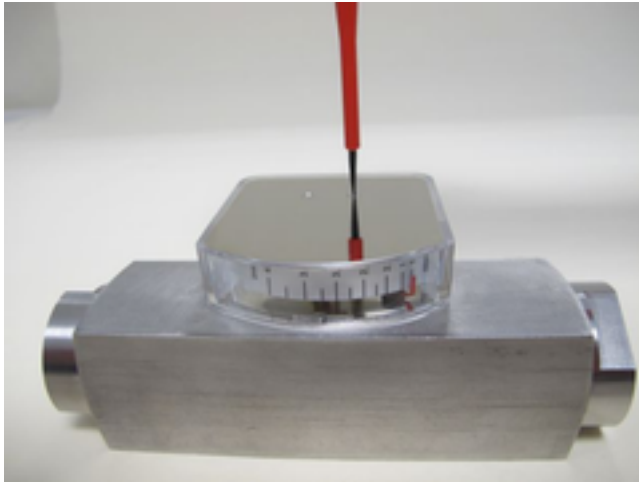

Abb. 43: Anzeige-Deckelplatte lösen
1. ➤ Befestigungsschrauben der Anzeige-Deckelplatte lösen (Abb. 43)